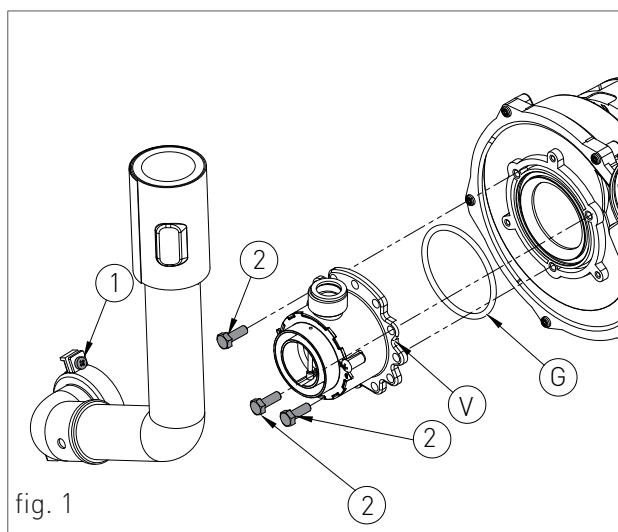

fig. 1
- › soltar los dos tornillos '1' (fig.1) de la brida de sujeción, y retirar el tubo de aspiración del aire;
- › soltar los tres tornillos de fijación '2' (fig.1) del venturi 'V' (fig.1) con una llave del 10, como se muestra en la figura 2;
- › volver a montar los componentes en orden inverso a su de desmontaje asegurarse que la junta 'G' se monta como se indica en la fig.1;